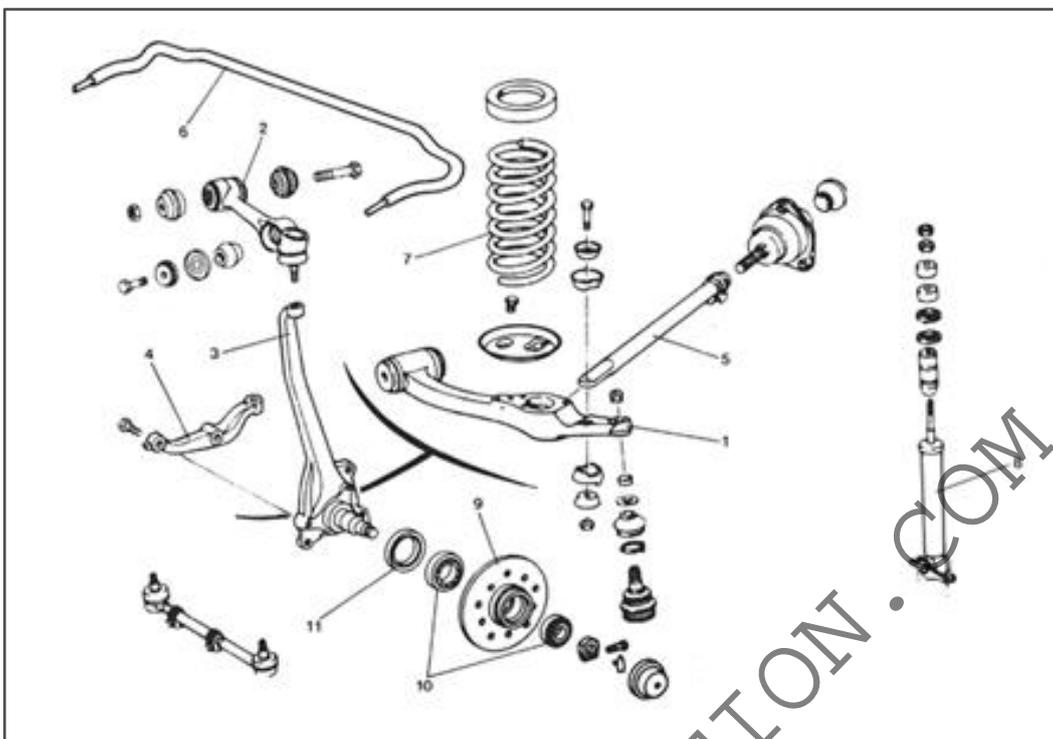

Figure 2
La **figure 2** ci-dessous vous présente les principaux organes de la suspension avant du véhicule de votre client.
I.2.2 Remplir le **tableau 4** ci-dessous en vous référant à la **figure 2** ci-dessus.